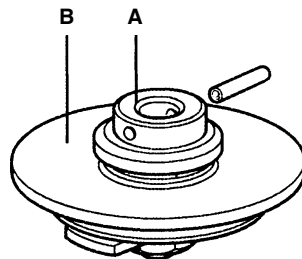

Fig. 6
- (vedere la fig. 6) L'otturatore di pre-apertura (**A**) agisce come una valvola pilota: viene aperto per primo permettendo il passaggio di fluido ad una portata controllata e, conseguentemente, la pressione differenziale tra monte e valle della valvola si riduce permettendo una più facile manovra dell'otturatore principale (**B**) che potrà essere staccato dalla sede con minor sforzo. Per facilitare la chiusura della valvola il flusso del fluido dovrà entrare nella valvola dal lato del "soffietto di tenuta" e quindi in modo inverso rispetto le normali installazioni.